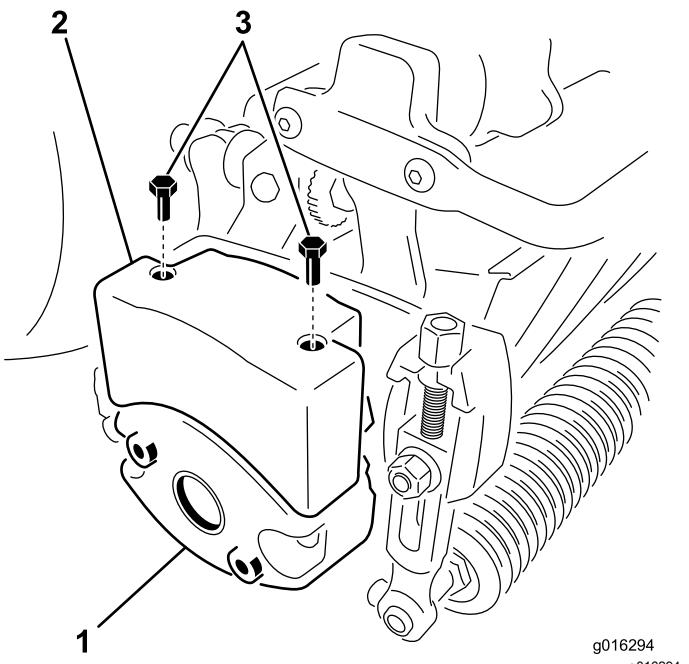

図 10
6. カッティングユニットのウェイトに上部ウェイトを取り付ける六角ヘッドねじ2本を使用する図 10。